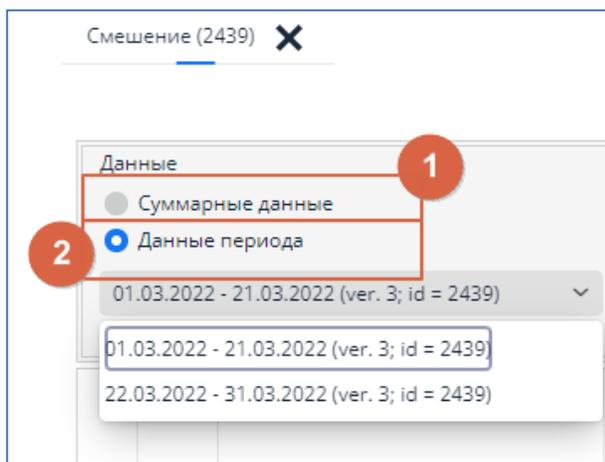

рис. 10.3. Выбор режима отображения данных
- данные за год (см. рис. 10.3. [1]);
- данные за выбранный период (см. рис. 10.3. [2]), список периодов определяется выбранным для работы планом.